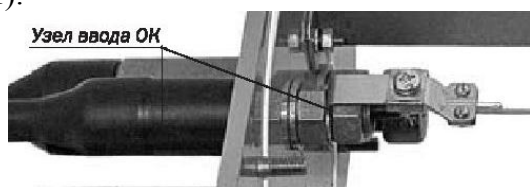

Рисунок 11
4.1.10 Надвинуть на собранный узел ввода ОКСН кольцо уплотнительное (поз.6, рисунок П-2), затем ввести узел в отверстие основания муфты. Установить шайбу (поз.7, рисунок П-2) и затянуть одну гайку (поз.8, рисунок П-2) гаечным ключом $S=24$ мм, затем установить кронштейн для крепления ЦСЭ (поз.9, рисунок П-2) и затянуть вторую гайку тем же ключом. Надвинуть наконечник (поз.1, рисунок П-2) на узел ввода (см. рисунок 11).